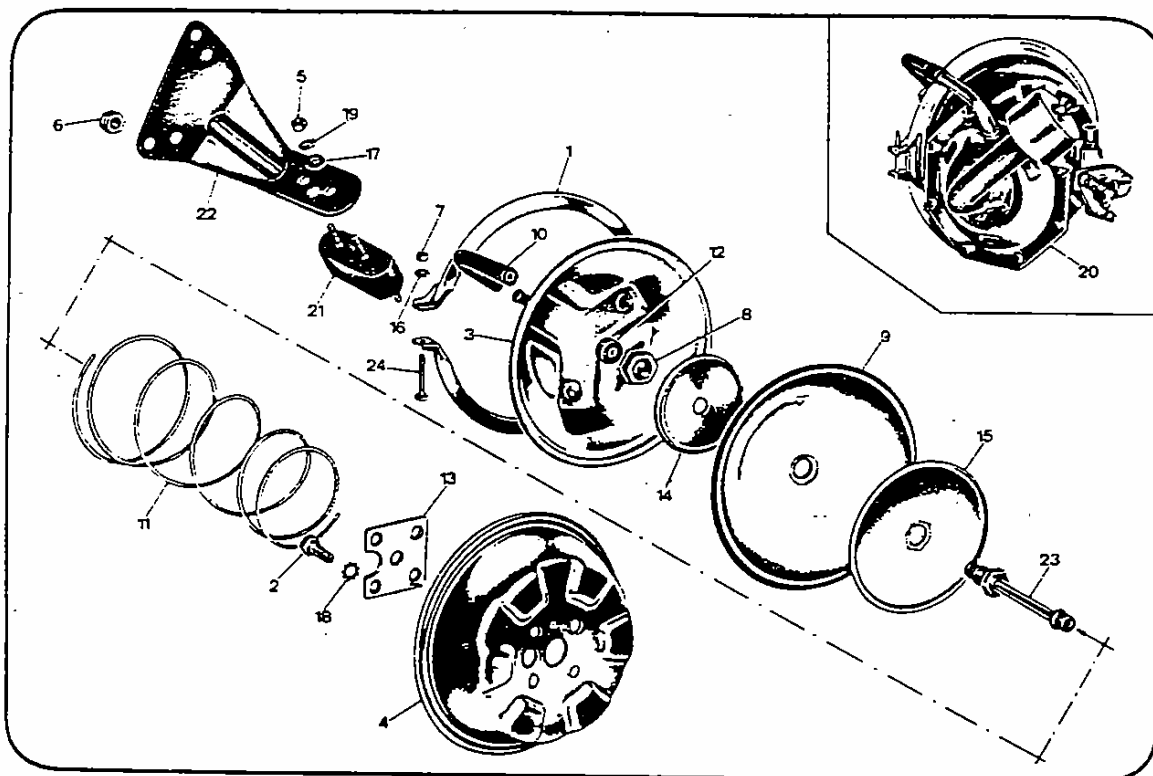

Fig. 05/05 - Boîte à dépression servo-frein (Du Catalogue Pièces Détachées)
- Contrôler que la membrane (n. 9 - fig. 05/04) ne soit pas déformée, rayée ou renflée.
- Si les joints pour boîte à dépression et distributeur (n. 6 - 8 - fig. 05/03) ont été remplacés, il faut les tremper à l'avance dans un bain d'huile pour freins et les faire égoutter.